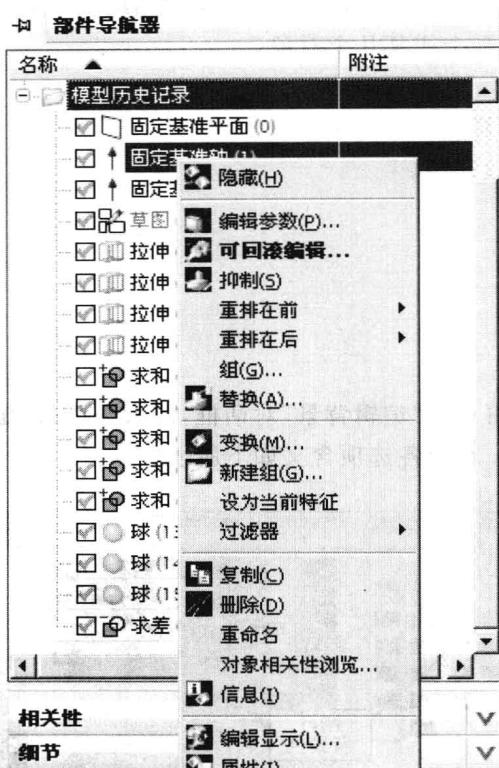
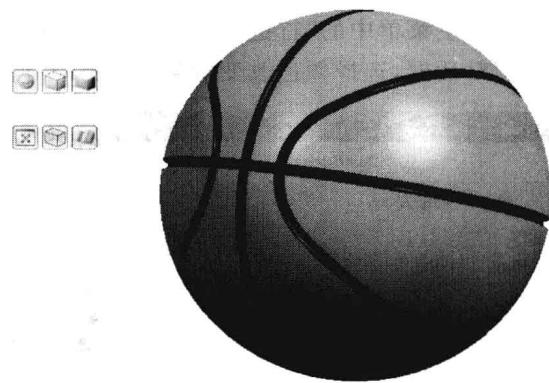

图 1-2 从部件导航器定义特征
图 1-3 系统材料
① **装配导航器**：用来显示装配特征树及其相关操作过程。应注意的是，在装配时显示零件与其组零件可以不一致。
② **部件导航器**：用来显示零件特征树及其操作过程，用户可以通过它来了解建模的顺序和特征之间的关系，并且可以直接对各种特征进行编辑，如果对某个特征进行修改，将鼠标移动到该步骤上并右击即可，如图 1-2 所示。
③ **历史纪录**：可以迅速地打开文件。使用预览、列表、图标和缩略图等形式，在列表栏中用鼠标单击或直接拖动文件到绘图区中打开。
④ **系统材料**：提供了很多常见的材料，如金属、塑料和陶瓷玻璃等。可以单击并拖动需要的材质到零件上，起到某种渲染的效果，但要注意，零件只有在艺术外观的情况下才能显示材质颜色，如图 1-3 所示。